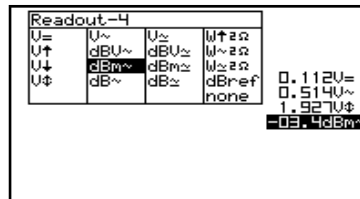

Fig 24
8. Use las teclas en forma de flecha para seleccionar la función deseada para la lectura de medida 4. (fig. 24)